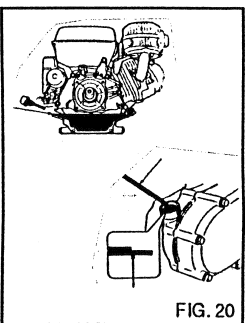

FIG. 20
Périodiquement contrôler le niveau de l'huile dans le moteur à essence faisant sortir le bouchon avec la tige du niveau (fig. 20). Changer l'huile après les 20 premières heures de travail et ensuite vidanger toutes les 100 heures de fonctionnement. Utiliser exclusivement de l'huile SAE 20W/40. Procéder de la façon suivante:
- 3) Enlever le bouchon avec la tige niveau (fig. 20).
- 6) Introduire l'huile par la goulotte supérieure et vérifier le niveau par le tige (fig. 20).